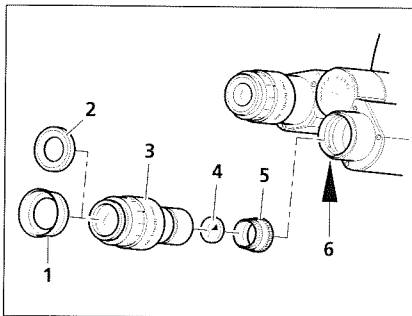

Bild 7 Okularzeiger einsetzen
Die Okulare (Bild 7/3) sind mit umstülpbaren Augenmuscheln aus Gummi versehen (Bild 7/1: auseinander gezogen; Bild 7/2: umgestülpt).
- Gewindestift (Bild 7/6) am Binokularteil von unten mit Innensechskantschlüssel SW 1 mm lösen und Okular herausnehmen.
- Blendenteil (Bild 7/5) von Hand aus dem Okular herausschrauben.
- Okularzeiger (Bild 7/4) in das Okular einlegen (die beschichtete Seite zeigt in Richtung Auge des Betrachters). Blendenteil wieder einschrauben.
- Mit dem Stellring des Okulars (Bild 7/3) die keilförmige Figur des Okularzeigers scharfstellen.